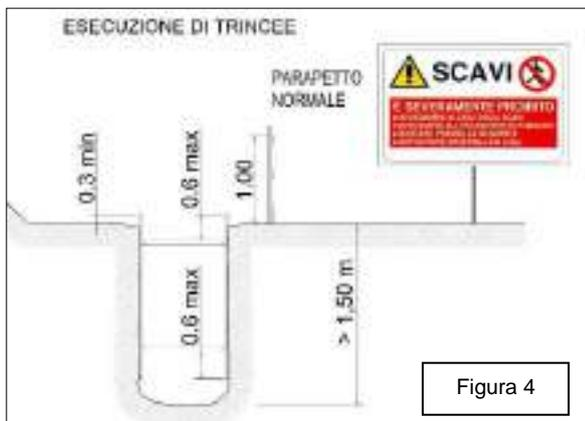

Figura 4
- La sommità del fronte di scavo deve essere preventivamente protetta con idoneo parapetto di h almeno di 1,00 mt distante almeno 1,00 m dal ciglio (Figura 4);